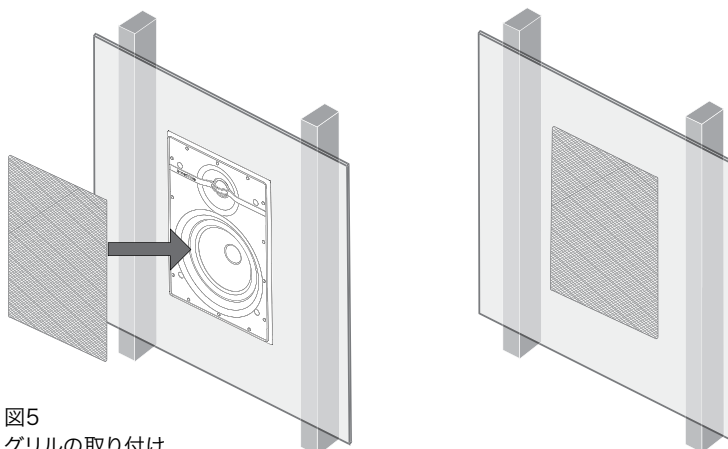

図5
4.5 ここでグリルを取り付けることができます。グリルはマグネット式ですので、フレーム・フランジの溝に合わせ、カチッという音がすれば取り付け完了です。グリルのめ方は図5をご覧ください。